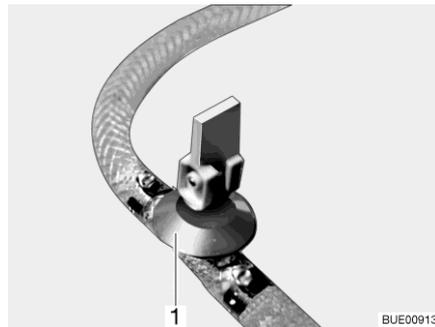
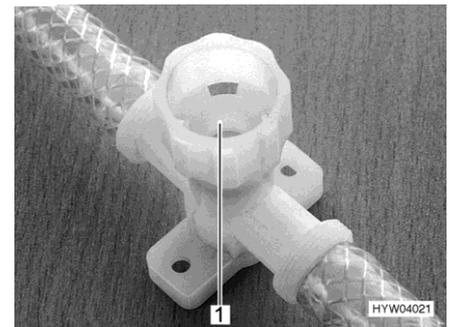

Fig. 182 Llave de desagüe (con balancín)
Fig. 183 Llave de desagüe (con tapa giratoria)
- Cerrar todas las llaves de desagüe. Para esto, poner el balancín de la llave de desagüe (Fig. 182,1) en posición horizontal o girar la tapa de la llave de desagüe (Fig. 183,1) en el sentido de las agujas del reloj.